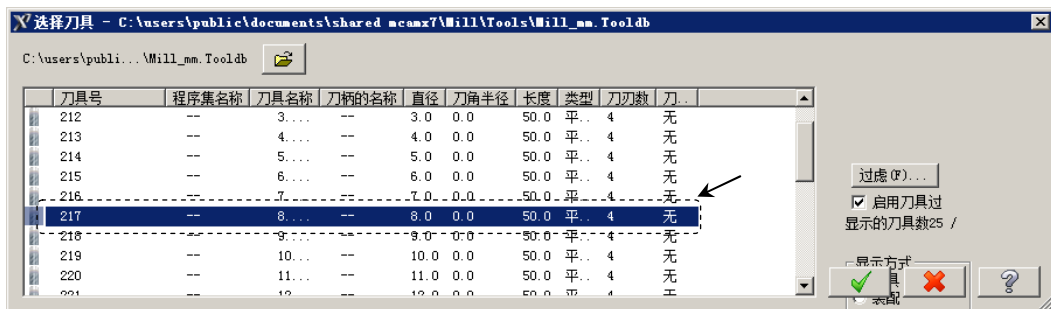

图 1.27 “选择刀具”对话框
Step4. 选择刀具。在“曲面精加工浅平面”对话框中单击 **选择刀库** 按钮，系统弹出“选择刀具”对话框，在该对话框的列表框中选择图 1.27 所示的刀具。单击 按钮，关闭“选择刀具”对话框，系统返回至“曲面精加工浅平面”对话框。